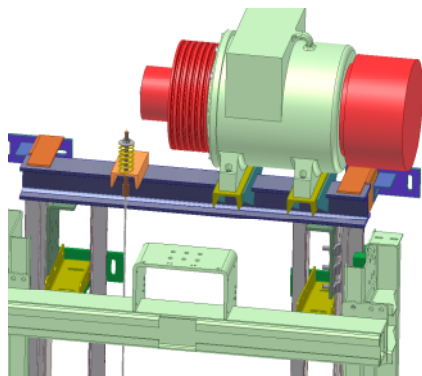

Fig.10
- Fissare il telaio utilizzando i 4 fissaggi in dotazione, quindi smontare il telaio provvisorio dall'arcata. (**fig. 10**)